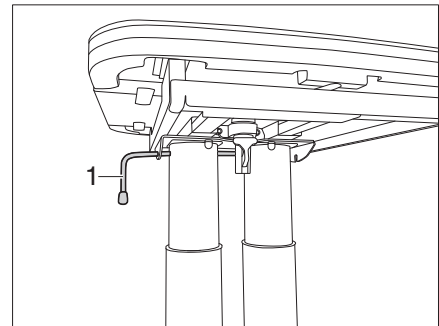

Bild 117 Tisch verriegeln
- Den Verriegelungshebel (Bild 117,1) nach rechts schwenken. Der Hubtisch ist verriegelt.
- Verriegelungshebel (Bild 117,1) lösen.
- Den Verriegelungshebel (Bild 117,1) nach links schwenken. Die Verriegelung ist offen.